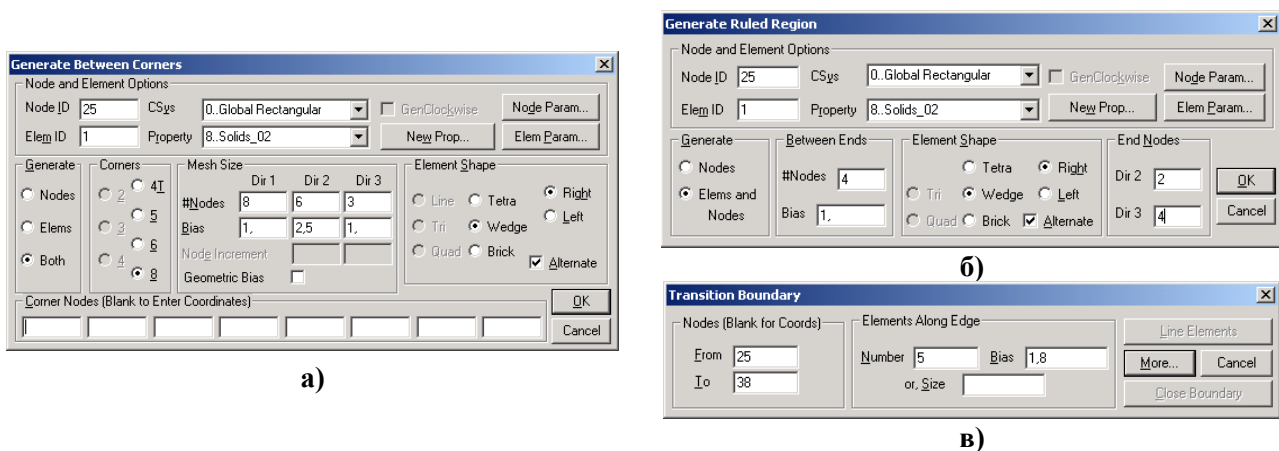

Рис.3.16. Характерний вигляд діалогових панелей створення СЕ:
- **Mesh**→**Between...** (між кутовими вузлами): одновимірна (між двома), двовимірна (між трьома або чотирма) чи тривимірна (між 4...8 вузлами) СЕС *першого* порядку апроксимації. СЕ створюються на основі параметричного описання лінії, поверхні або об’єму. Викликається діалогова панель „**Generate Between Corners**” (див. рис.3.16-а). На ній у секції „**Node and Element Options**” окрім вже відомих є опція „**GenClockwise**” (генерувати вузли за часовою стрілкою – для циліндричної та сферичної систем координат); у секції „**Generate**” потрібно вказати, що створювати: вузли, СЕ (якщо вузли вже є) або одночасно вузли та СЕ (**Both**); у секції „**Corners**” – кількість опорних вузлів; у секції „**Mesh Size**” – кількість вузлів (**#Nodes**) та параметри (**Bias**) збільшення розмірів СЕ (тут напрямком **Dir1** – від 1-го до 2-го вузла), а також можна встановити опцію „**Geometric Bias**” (геометрична пропорція). Якщо створюються тільки СЕ (вузли вже є), то потрібно буде вказати перший вузол (**First Corner Node**), прирощення номерів (**Node Increment**) та їх кількість (**#Nodes**). Форма СЕ залежить
- **Mesh→Region...** (між двох груп вузлів, що протистоять, причому групи мають *однакову* кількість вузлів): спочатку обираються вузли 1-ої групи, потім (у тому же порядку!) – 2-ої. З’являється діалогова панель „**Generate Ruled Region**” (див. рис.3.16-б), на якій вводяться необхідні дані. **Увага:** значення у полях „**Dir 2**” та „**Dir 3**” (коли вони активні) повинні дорівнювати кількості вузлів у цих напрямках. У результаті простір між групами вузлів заповнюється СЕ обраного типу, *першого* порядку апроксимації. СЕ створюються на основі параметричного описання лінії, поверхні або об’єму. **#Nodes** – кількість вузлів у напрямку від однієї групи вузлів до другої, включаючи вузли цих груп (тобто на один більше, ніж буде створено СЕ у цьому напрямку);
- **Mesh→Transition...** (створення нерегулярної двовимірної СЕС на основі 3-ох або 4-ох куткових вузлів та розмітки контуру): на діалоговій панелі „**Transition Boundary**” (див. рис.3.16-в), вказуються початковий (**From**) та кінцевий (**To**) кути (вузли) майбутнього контуру, кількість СЕ вздовж (прямої) лінії контуру, коефіцієнт збільшення розміру СЕ (**Bias**) або орієнтовний розмір СЕ (**Size**). Подається команда продовження (кнопкою „**More...**”) або, на заключному етапі, – „закриття” контуру „**Close Boundary**” (стає активною на третьому контурі). З’явиться діалогова панель „**Generate Property Mesh**”, де призначається або обирається „**Property**” СЕ. **Увага:** якщо цією процедурою СЕ додаються у вже існуючу СЕС, то на стику виникають вузли, „що співпадають”, їх потрібно об’єднати аналогічно розглянутому у Розділі 2.2.6.3. для точок (команда **Tools→Check Coincident Nodes...**).